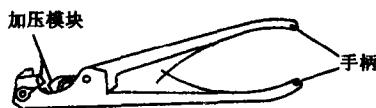

图 1-26 手动导线压接钳
(2) 手动导线压接钳（冷压接钳）。手动导线压接钳是单芯铜、铝导线压接的专用工具，外形如图 1-26 所示。其常用于冷压接铜、铝导线接头或封端，适用截面  $10 \sim 35\text{mm}^2$  的导线。